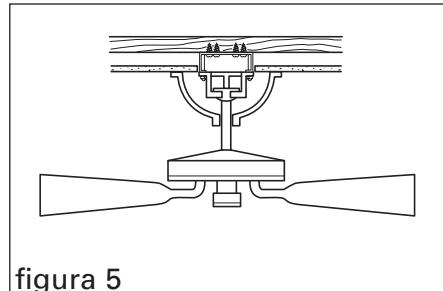

figura 5
3. Monte el soporte del ventilador a la caja de empalme usando los dos tornillos de 10-24 x 1" provistos y conecte los cables de acuerdo a las instrucciones del fabricante (figura 5).